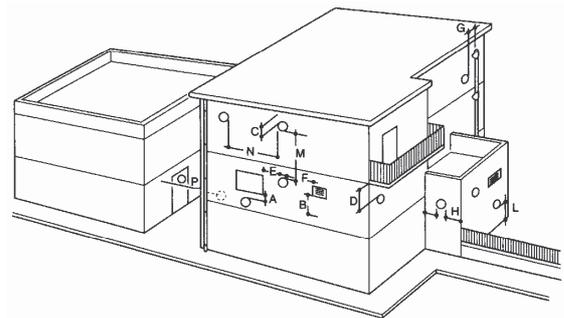

Fig.4
- Viene determinata dalla posizione dell'attacco dei condotti fumi (Fig. 4, 5 e 6) e **collocata in un luogo coperto e protetto** in accordo con la normativa UNI 7129/7131 e successivi aggiornamenti nonché alle disposizioni comunali.